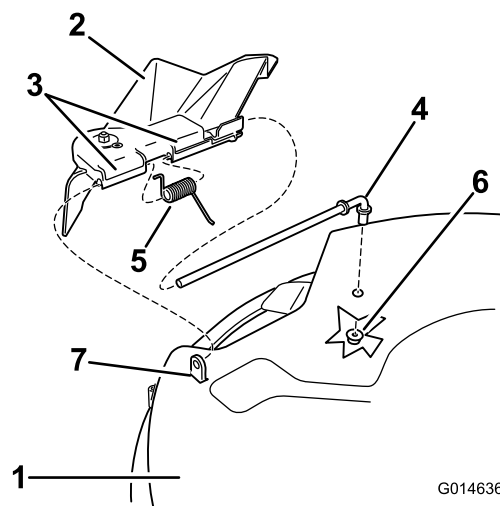

Figura 57
1. Individuate le parti illustrate nella Figura 57.
2. Togliete il dado (3/8") dall'asta sottostante il tosaerba (Figura 57).
3. Estraiete l'asta dal distanziatore corto, dalla molla e dal deflettore dell'erba (Figura 57).
5. Riposizionate il deflettore dell'erba (Figura 57).
7. Collocate la molla sull'asta (tenendo abbassati i fili alle estremità), tra le staffe del deflettore di sfalcio. Fate scorrere l'asta attraverso la seconda staffa del deflettore dell'erba (Figura 57).
9. Fissate l'estremità posteriore dell'asta nel tosaerba con un dado (3/8"), come mostrato in (Figura 57).